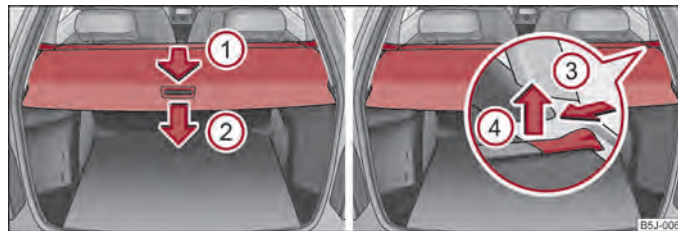

Abb. 49 Gepäckraum: aufrollbare Gepäckraumabdeckung / aufrollbare Gepäckraumabdeckung herausnehmen
- Ziehen Sie die aufrollbare Gepäckraumabdeckung in Pfeilrichtung ① bis zum Anschlag in die gesicherte Stellung ⇒ Abb. 49.
- Zur Beförderung von sperrigem Gepäck lässt sich die aufrollbare Gepäckraumabdeckung ausbauen, indem Sie auf der Seite der Querstange in Richtung des Pfeils ③ drücken und mit der Bewegung in Richtung des Pfeils ④ herausnehmen ⇒ Abb. 49.